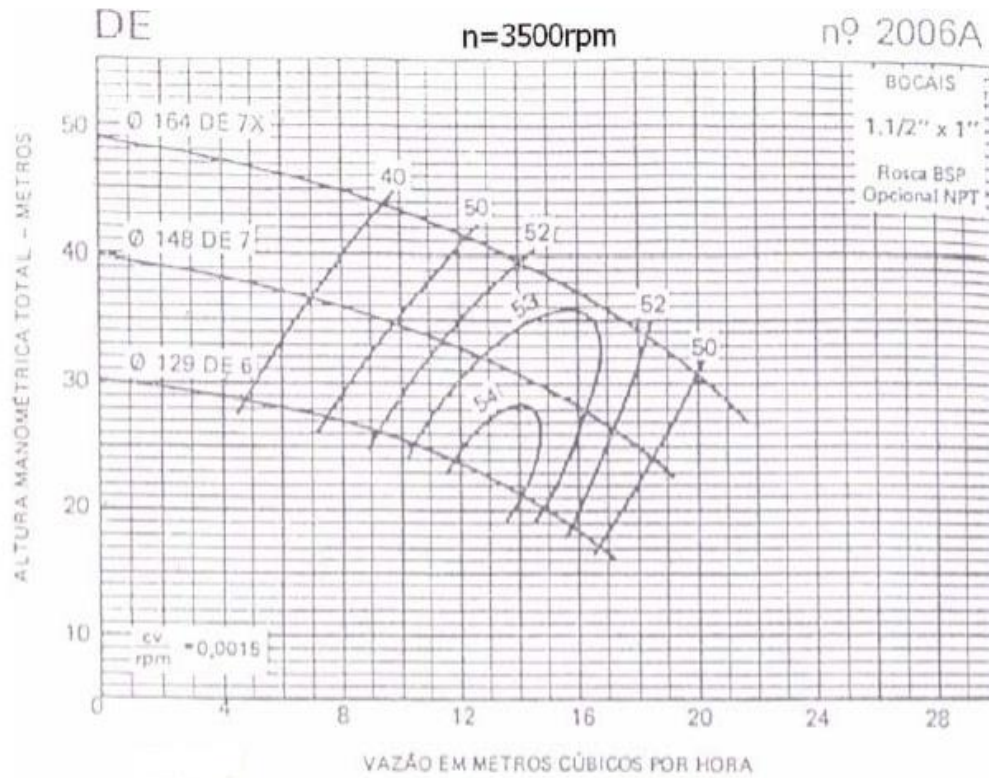

Figura 1
- b. o ponto representado pela vazão experimental e a carga manométrica calculada no item **a** poderia ser alocado na curva da bomba fornecida pelo fabricante (figura 1)? (Justifique)
2. No trecho da bancada do laboratório utilizado para estimar a vazão (figura 1) foram obtidos os seguintes dados: $L=2,0\text{m}$; $A_{\text{tanque}}=0,5478\text{m}^2$; $D_{\text{int}}=26,6\text{mm}$; água e mercúrio a 20°C ; desnível do fluido manométrico (h) igual a 228mm ; $\Delta h=100\text{mm}$; $t=19,8\text{s}$; $g=9,8\text{m/s}^2$ e tubulação de aço ($k = 4,6 \times 10^{-5}\text{m}$)